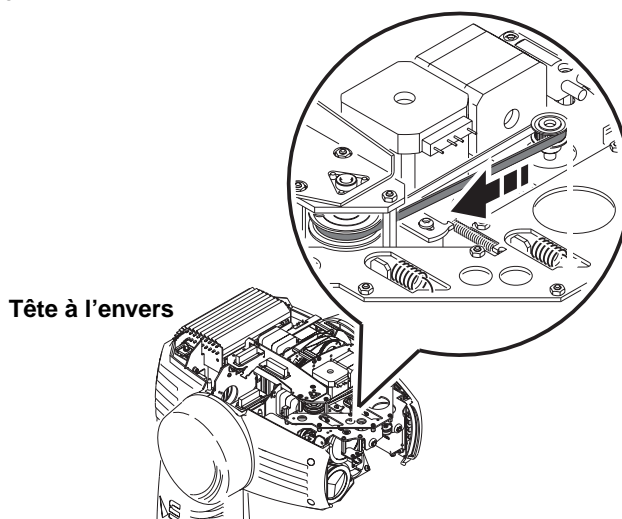

Figure 16: Avancez la lentille de net vers l'avant par sa courroie d'entraînement.
5. Retournez la tête et avancez la lentille de net au plus loin vers l'avant en entraînant sa courroie comme indiqué en Figure 16.